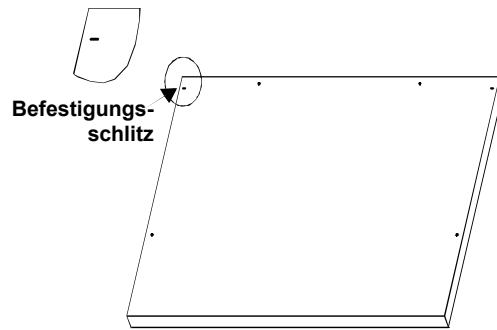

Abbildung 1. Bodenplatte
3. Legen Sie die Bodenplatte (Nr. 1) auf eine saubere, glatte Oberfläche. Siehe Abbildung 1